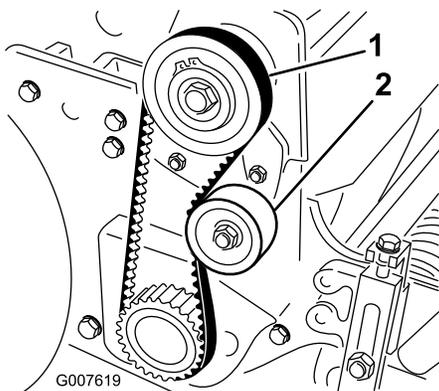

Figura 39
2. Controllate la tensione premendo la cinghia al centro tra le pulegge (Figura 39) con una forza di 18–22 N. La cinghia deve flettersi di 6 mm.
verso il retro della cinghia, fino a ottenere la tensione desiderata (Figura 39).